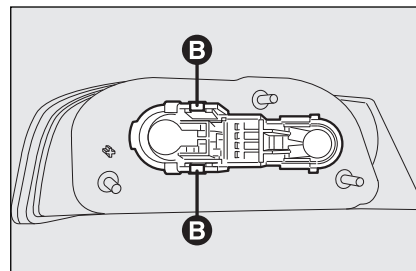

fig. 39
- plaats de lamphouder en maak de borglippen **B-fig. 39** op de juiste wijze vast;